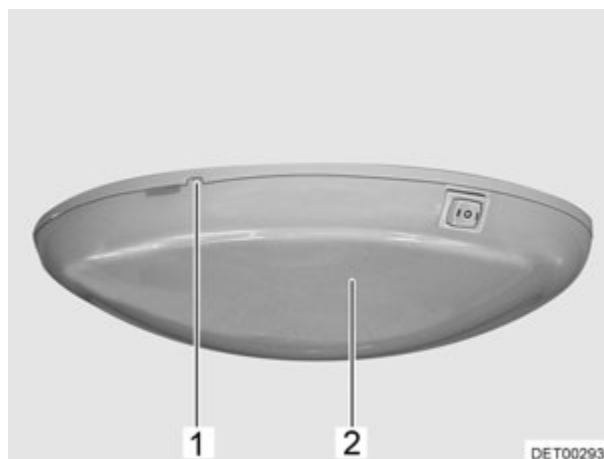

Fig. 193 Lámpara de techo
- Sacar la tapa (Fig. 193,2) con cuidado, haciendo palanca en la muesca (Fig. 193,1) con una herramienta apropiada (p. ej. destornillador) y retirarla.